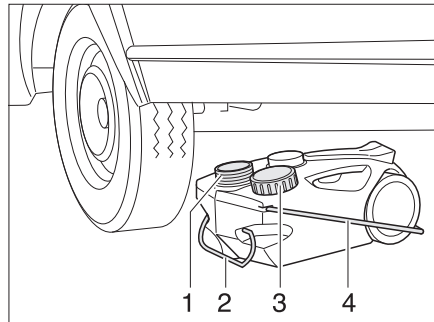

Bild 145 Abwassertank, fahrbar
- Öffnung des Abwassertanks (Bild 145,1) mit dem Deckel (Bild 145,3) schließen.
- Den Abwassertank am Griff (Bild 145,2) herausziehen.
- Tragegriff (Bild 145,4) nach oben klappen und Abwassertank aufstellen.